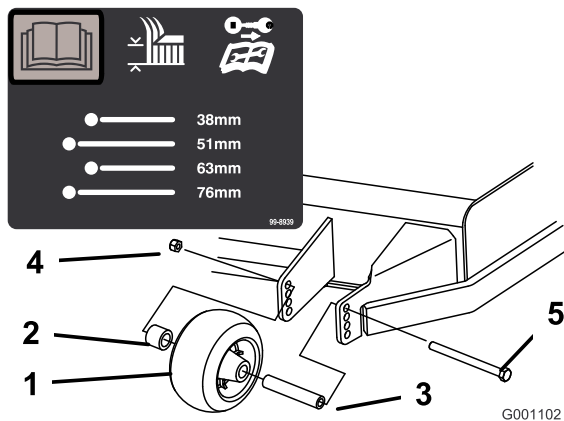
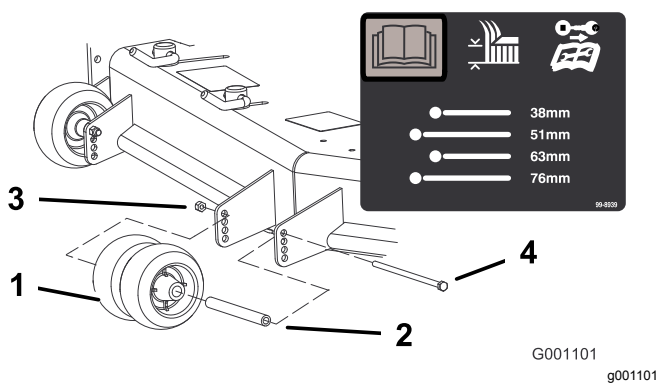
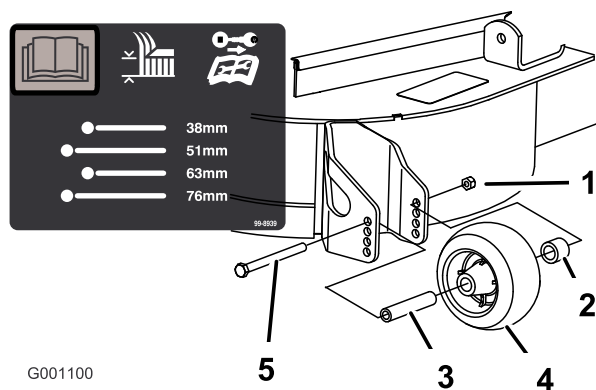

Figura 30
Figura 31
Figura 32
- Regolate i rulli antistrappo come illustrato in Figura 30, Figura 31 e Figura 32.